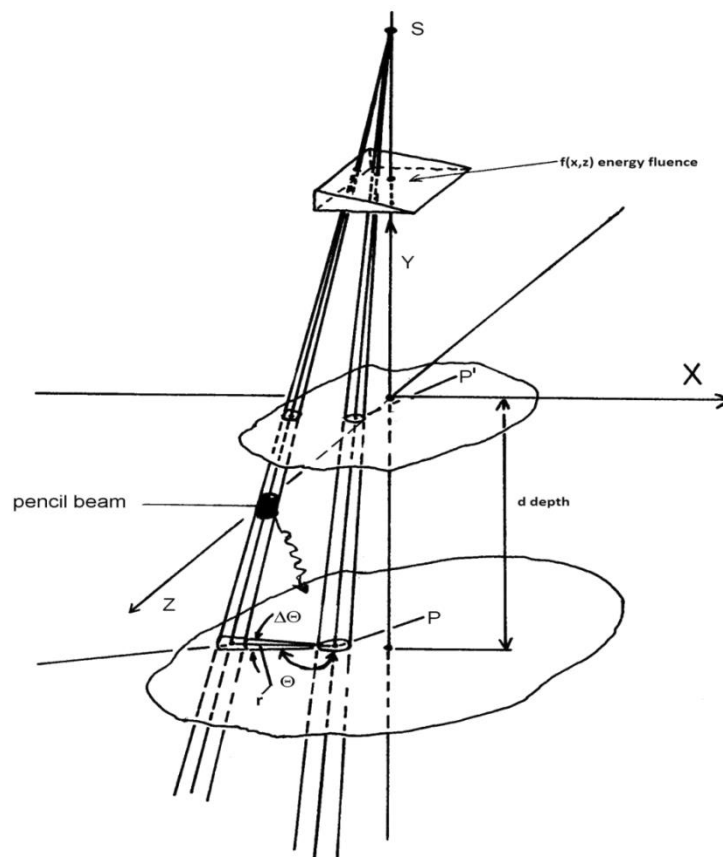

Рис. 51
Модель пучка заложена на основании концепции, предложенной Каннингемом [6]. Доза в любой точке $P(x,y,z)$ в полубесконечном водном фантоме внутри или вблизи края поля (см. Рис. 51) вычислена как сумма дозы от первичного и рассеянного излучения (см. соотношение (10),(11),(12)).